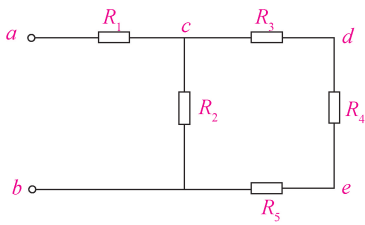

图 2-10 电阻测量电路
(1) 分别测量将要连接成图 2-10 电路的各个电阻 (电阻值自定) 的电阻值, 将数据记录在表 2-14 中, 注意带上单位。
(2) 按图 2-10 所示的电路连接好, 并将图中各点间电阻的测量和计算数据记录在表 2-15 中, 注意带上单位。